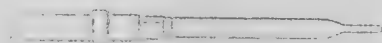
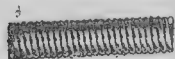

Рис. 47. Ударник
Рис. 48. Пружина ударника
92. Ударник (рис. 47) разбивает капсюль. Он помещается в канале затвора и удерживается в нем шпилькой. Ударник имеет: в передней части — боек, на задней — выемку для прохода шпильки ударника. На средней часть его надевается пружина ударника (рис. 48), которая служит для отвода ударника в заднее положение после выстрела для того, чтобы боек не выступал из-за чашки затвора.